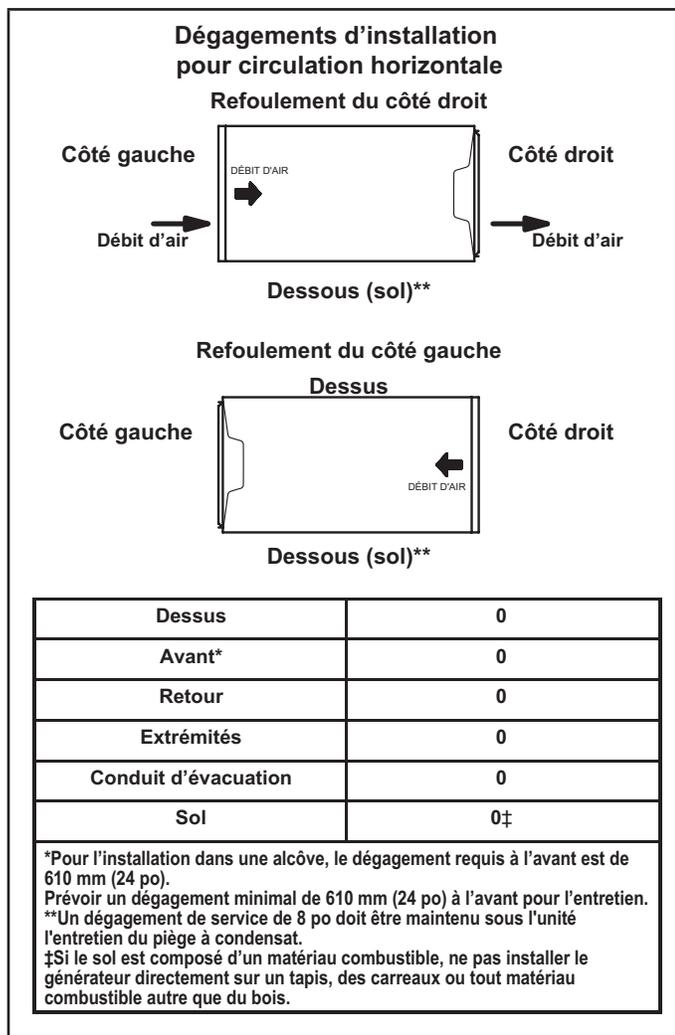

Figure 17
Le EL296UHV peut être installé à l'horizontale avec refoulement de l'air à droite ou à gauche. Voir la Figure 17 pour les dégagements prescrits pour les configurations horizontales.
- 1 - Sélectionner l'emplacement de l'unité en tenant compte des dégagements d'entretien et des autres dégagements nécessaires. Voir la Figure 17.